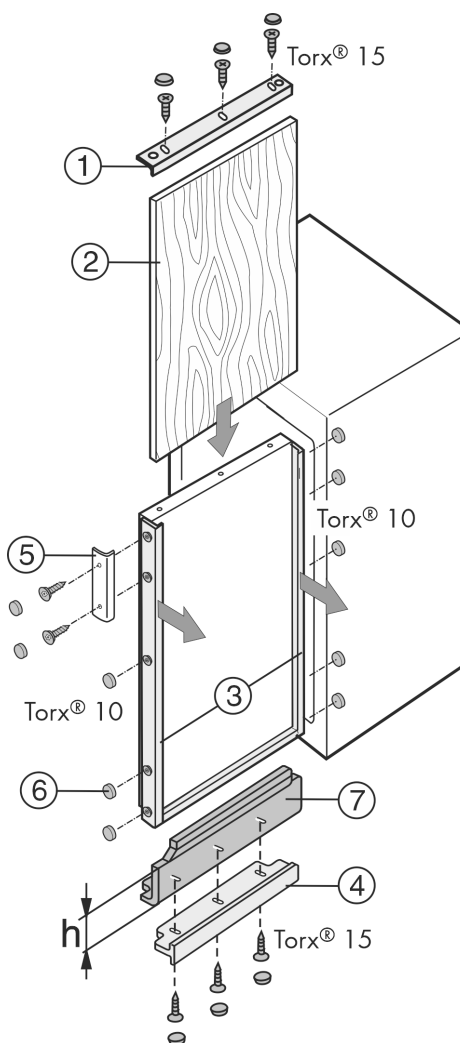

Fig. 42
Si ya existe un panel decorativo, pero no es lo suficientemente alto, se puede adaptar con paneles de compensación Fig. 42 (7) de diferente altura.